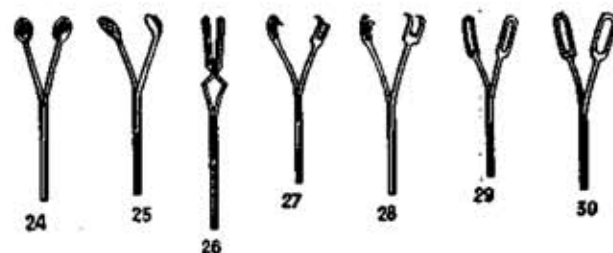

Рис. 3.- Наконечники:
5.6. Наконечники. В приборе имеются семь различных по форме и размерам наконечников к щипцам для взрослых (рис. 3) и два сменных наконечника с проводниками к щипцам для детей: окончатый и «когти». Наконечник и проводник в них неразъемны.